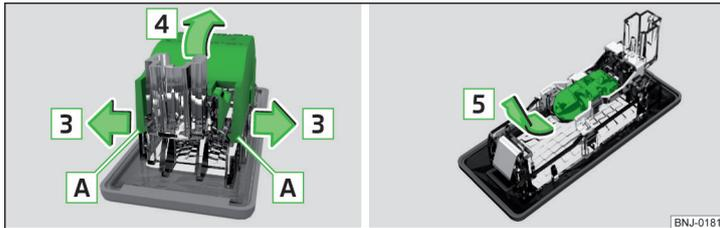

Abb. 215 Abdeckkappe ausbauen / Glühlampe wechseln
- › Die Abdeckkappe der Leuchte im Bereich **A** sowie in Pfeilrichtung **3** » Abb. 215 lösen.